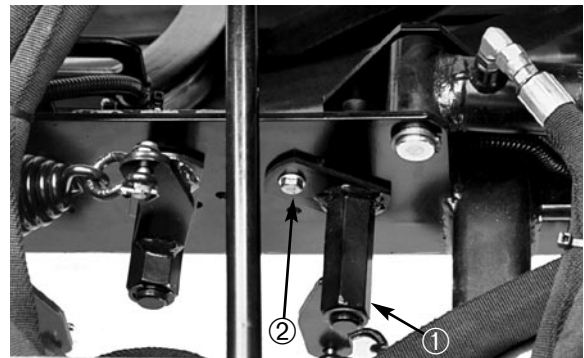

Fig. 20
1. Skru ut skruene som holder drivakselen til motoren. Løsne skruene som holder drivakselen til gearkassen (fig. 20) Ta drivakselen av.